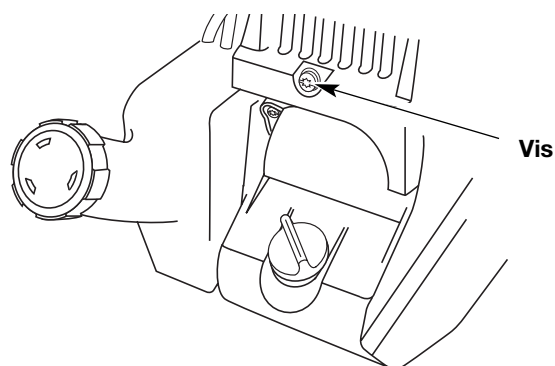

Fig. 24
- Enlevez la vis derrière le couvercle du moteur (Fig. 24).